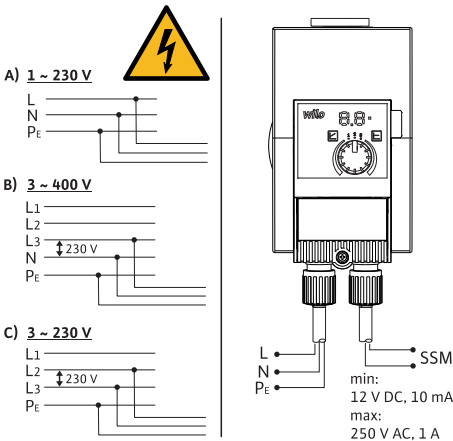

Fig. 3: Можливості під'єднання
- Під'єднувати до мереж низької напруги 230 В. У разі під'єднання до мереж IT (конфігурація мережі Isolé Terre) обов'язково переконатися, що напруга між фазами (L1-L2, L2-L3, L3-L1 → Fig. 3) не перевищує 230 В.